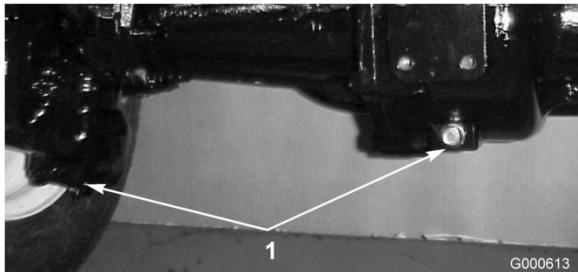

Figure 45
- Nettoyez la surface autour des 3 bouchons de vidange, 1 à chaque extrémité et 1 au centre (Figure 45).